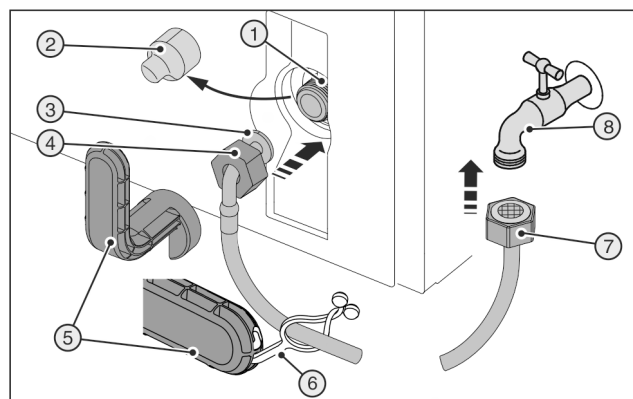
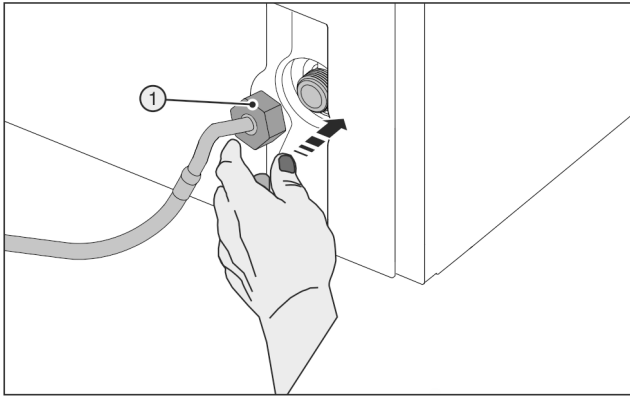

Fig. 45
Fig. 46
Zerbrochenes Hilfswerkzeug Fig. 45 (5)!
- ▶ Hilfswerkzeug Fig. 45 (5) ausschließlich bei Raumtemperatur verwenden.
- ▶ Abdeckung Fig. 45 (2) abziehen.
- ▶ Erleichterte Montage: Gerades Schlauchende Fig. 45 (7) nach links auf den Boden auslegen.
- ▶ Mutter Fig. 45 (4) über abgewinkeltes Schlauchende Fig. 45 (3) bis zum Ende schieben und festhalten.
- Mutter Fig. 46 (1) vorsichtig ansetzen und mit zwei Fingern gerade auf Gewinde schrauben, bis ein sicherer Sitz erreicht ist.
- Mutter Fig. 46 (1) mit Hilfswerkzeug Fig. 45 (5) im Uhrzeigersinn festziehen bis maximales Drehmoment erreicht ist und Hilfswerkzeug Fig. 45 (5) überdreht.
- Mutter Fig. 45 (7) auf Absperrhahn Fig. 45 (8) schrauben.
- Mutter Fig. 45 (7) mit Hilfswerkzeug Fig. 45 (5) im Uhrzeigersinn festziehen bis maximales Drehmoment erreicht ist und Hilfswerkzeug Fig. 45 (5) überdreht.
- Absperrhahn Fig. 45 (8) der Wasserzuführung öffnen und gesamtes Wassersystem auf Dichtigkeit prüfen.
- Lasche Fig. 45 (6) in Hilfswerkzeug Fig. 45 (5) einhaken und zur Aufbewahrung am Edelstahlschlauch befestigen.